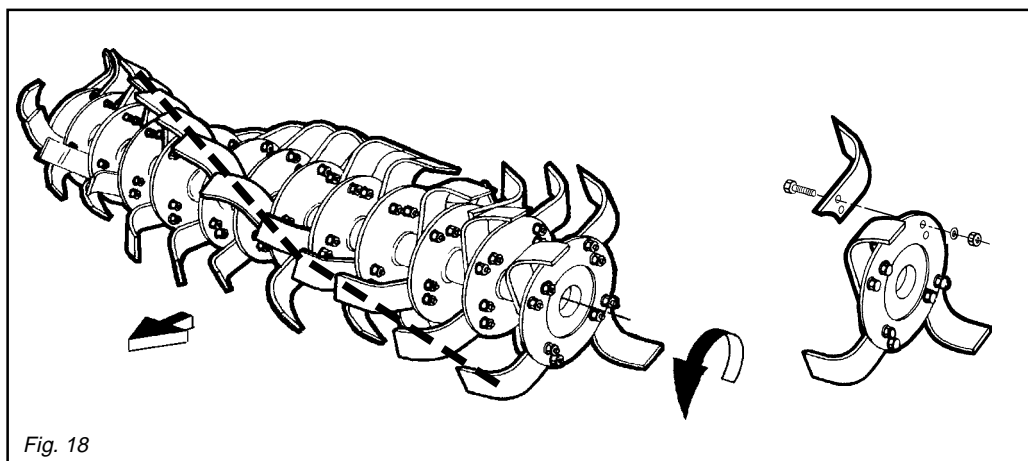

Fig. 18
Le zappette con cui viene equipaggiata la zappatrice sono adatte per la lavorazione su terreni di normale conformazione. Controllare giornalmente la loro usura o integrità. Qualora durante il lavoro dovessero per cause accidentali piegarsi (o rompersi) è necessario sostituirle immediatamente avendo l'accortezza di rimontare la nuova zappetta nella identica posizione di quella da sostituire (Fig. 18). Se fosse necessario sostituire più zappette, è consigliabile effettuare le operazioni di smontaggio e montaggio, sempre una zappetta alla volta, per evitare così errori di posizione.
Die Hackmesser, mit der die Hackfräse ausgerüstet wird, eignen sich zur Bearbeitung von Boden mit normaler Beschaffenheit. Sie sind täglich auf ihre Unversehrtheit und ihren Verschleiß-zustand zu prüfen. Sollten sie bei der Arbeit verbiegen oder zu Bruch gehen, müssen sie sofort ersetzt werden. Dabei ist zu beachten, daß man das neue Hackmesser an der gleichen Stelle montiert, an der sich das beschädigte befand (Abb. 18). Sollten gleich mehrere Hackmesser zu ersetzen sein, sollte man jeweils ein Hackmesser ein- und ausbauen, um eine falsche Einbau-position zu vermeiden.
Les couteaux montés sur la houe sont indiqués pour travailler les sols ordinaires. Contrôlez tous les jours leur usure et intégrité. Lorsqu'ils se plient (ou se cassent) pendant le travail il faut les remplacer aussitôt. Le nouveau couteau devra être monté exactement dans la position de celui à remplacer (Fig. 18). S'il faut remplacer plusieurs couteaux, démontez et montez toujours un couteau à la fois, pour éviter des erreurs de position.
Las azadillas que presenta la máquina son idóneas para trabajar sobre terrenos de normal conformación. Controlar todos los días su buen estado y eventual desgaste. Si durante el trabajo por eventuales accidentes se doblan o rompen es necesario sustituirlas inmediatamente prestando atención de montar la nueva azadilla en la idéntica posición de la precedente (Fig. 18). Si es necesario sustituir varias azadillas aconsejamos efectuar las operaciones de desmontaje y montaje siempre una azadilla a la vez, para evitar errores de posición. Las binadoras presentan de serie 4 azadillas por brida. Es posible sin embargo cuando el terreno es seco, montar 6 azadillas por brida. Los bulones que fijan las azadillas deben tener la cabeza de la parte de las azadillas y la tuerca con la relativa arandela de la parte de la brida (Fig. 18).
Remember to mount the new hoe blade in exactly the same position as the old one (Fig. 18). If several hoe blades must be replaced, it is advisable to remove and assemble one hoe blade at a time in order to prevent positioning errors.
Die Hackfräsen sind in der Regel mit 4 Hackmessern pro Flansch ausgerüstet. Wenn der Boden allerdings trocken an den Werkzeugen kleben bleibt, kann man auch 6 Hackmesser pro Flansch montieren. Die Schrauben, mit denen man die Hackmesser befestigt, müssen den Kopf auf der Seite des Hackmessers und die Mutter mit der Unterlegscheibe auf der Flanschseite haben (Abb. 18) Die Werte des Abzugsmoments beachten, das in der Tabelle auf Seite 29 angegeben ist.
Respetar los valores de los pares de torsión según lo indicado en las tablas de pag. 29. Cuando sustituimos azadillas respetar la posición de las azadillas desmontadas (Fig. 18).
Wenn man die Hackmesser ersetzen muß, darauf achten, daß die neuen in der Position der ersetzen am Hackstern angebracht werden (Abb. 18).
Les boulons de fixation des couteaux doivent avoir la tête côté couteau et l'écrou avec la rondelle côté flasque (Fig. 18).
Respecter les valeurs des couples de serrage, voir tableau à la page 29. En cas de remplacement des couteaux, veillez surtout à ce que les nouveaux couteaux occupent les positions de ceux démontés (Fig. 18).
**I bulloni che fissano le zappette devono avere la testa dalla parte delle zappette e il dado con relativa rondella dalla parte della flangia (Fig. 18). Rispettare i valori delle coppie di serraggio come indicato in tabella pag. 29.** Se si devono sostituire le zappette, fare attenzione che le nuove assumano la posizione di quelle smontate (Fig. 18).